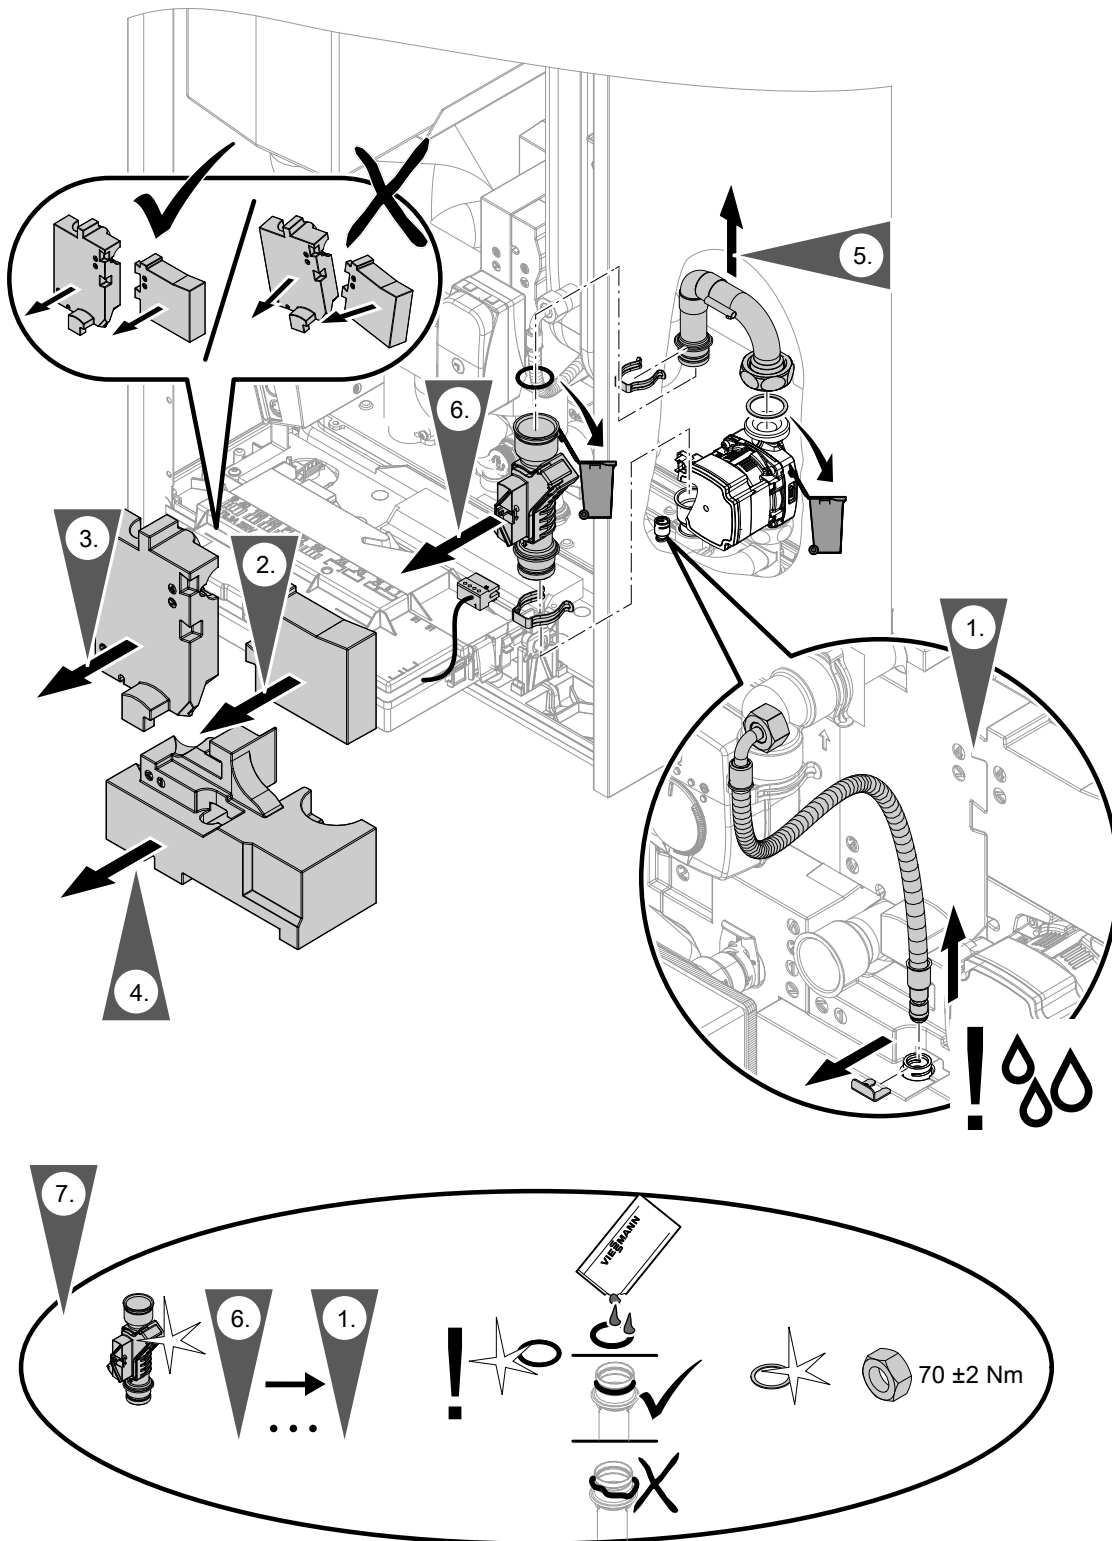

Abb. 93
- Anschlussleitung Volumstromsensor: Siehe Abb. 93.